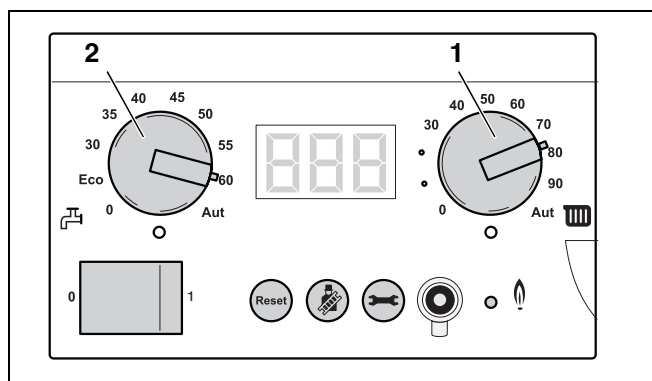

Рис. 125 BC10
- Установить ручку задания максимальной температуры котловой воды (рис. 125, поз. 1) и ручку управления для заданного значения горячей воды (рис. 125, поз. 2) на максимальную температуру.
- Установить ручку задания максимальной температуры котловой воды (рис. 125, поз. 1) и ручку установки заданной температуры горячей воды (рис. 125, поз. 2) на желаемую температуру.